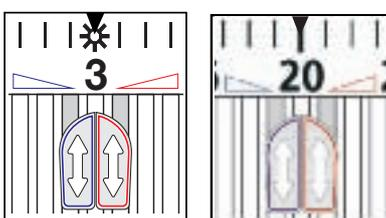

Abb. 5: Blockierung, z. B. 20°C
Einstellpfeil bei Merzkahl 5 einsetzen und andrücken, bis er einrastet (Abb. 5).
Sicherungsschraube in der Befestigungsmutter mit Sechskantstiftschlüssel SW 2 bis zum Anschlag festziehen. Handradkappe kann nun beliebig gedreht werden, ohne dass sich der eingestellte Sollwert verändert (Abb. 5).
Sicherungsschraube mit Sechskantstiftschlüssel SW 2 (Art.-Nr. 6040-02.256) lösen (Abb. 5). Thermostat-Kopf mit eingestecktem Sechskantstiftschlüssel durch Linksdrehen abschrauben (Abb. 4).
Zur Blockierung einer Einstellung **beide Sparclips** mit dem Daumen zurückziehen (Abb. 1), anheben und herausnehmen (Abb. 2). Der Thermostat-Kopf wird danach auf die gewünschte Temperatur eingestellt, z. B. Merzkahl 3 (20) \approx 20 °C. Anschließend ist der rote Sparclip in die Nut **rechts** neben Merzkahl 3 (20) einzusetzen (Abb. 5) und bis zum Anschlag vorzuschieben. Danach
blauen Sparclip in die Nut **links** neben Merzkahl 3 (20) einsetzen (Abb. 5) und bis zum Anschlag vorschieben. Nun lässt sich der Thermostat-Kopf nicht mehr verstellen. Zur Aufhebung der Blockierung sind der rote oder der blaue oder bei Bedarf beide Sparclips bis zum Anschlag zurückziehen. Jetzt ist wieder jede Einstellung möglich.
Anschlagclip aus der Position **rechts** neben Merkzahl 5 herausnehmen und Anschließend auf den 1. Steg **rechts** neben Merkzahl 3 schieben (Abb. 5).